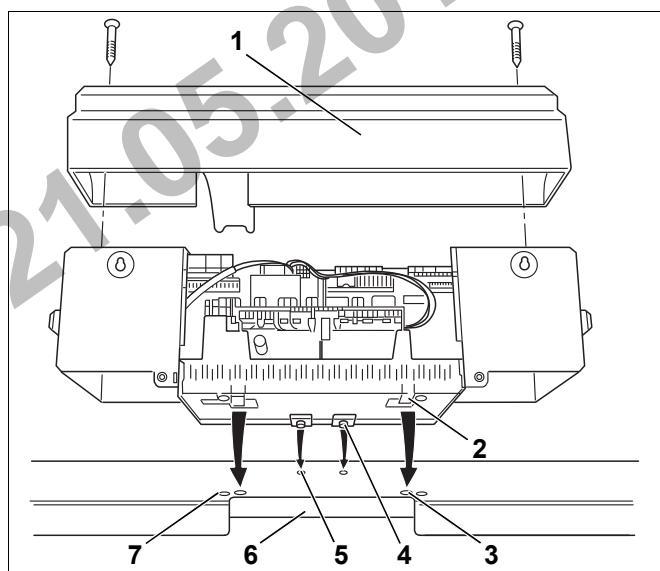
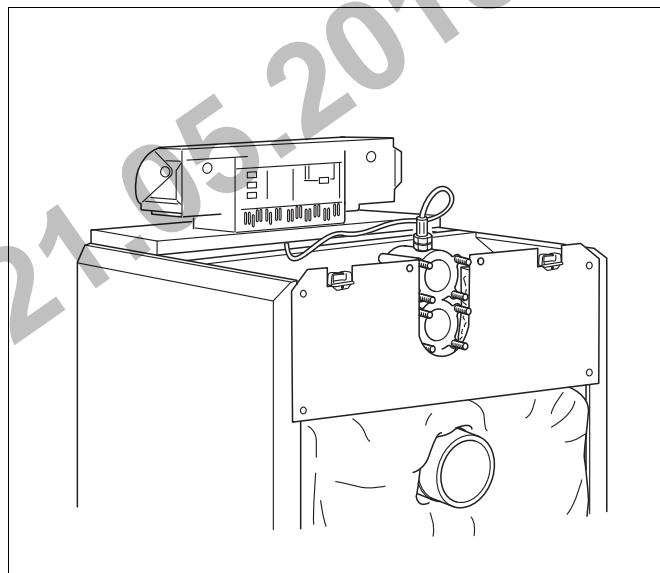

Рис. 43 Монтаж системы управления
Рис. 48 Комёт с установленной системой управления
На рис. 43 изображен вид сзади системы управления и передней крышки.
- ▶ Отверните два винта на крышке системы управления (рис. 43, [1]). Снимите крышку вверх.
- ▶ Установите систему управления. Вставьте крюки (рис. 43, [4]) системы управления в овальные отверстия передней крышки котла (рис. 43, [5]). Сдвиньте систему управления вперед и затем откиньте назад. Эластичные крюки (рис. 43, [2]) должны войти сзади в прямоугольные отверстия передней крышки котла (рис. 43, [3]).
- ▶ Закрепите цоколь системы управления к передней крышке котла справа и слева от прохода для кабеля (рис. 43, [6]) двумя саморезами (рис. 43, [7]).
- ▶ Закрепите крышку клеммной коробки (рис. 43, [1]) двумя саморезами на цоколе системы управления (рис. 48).